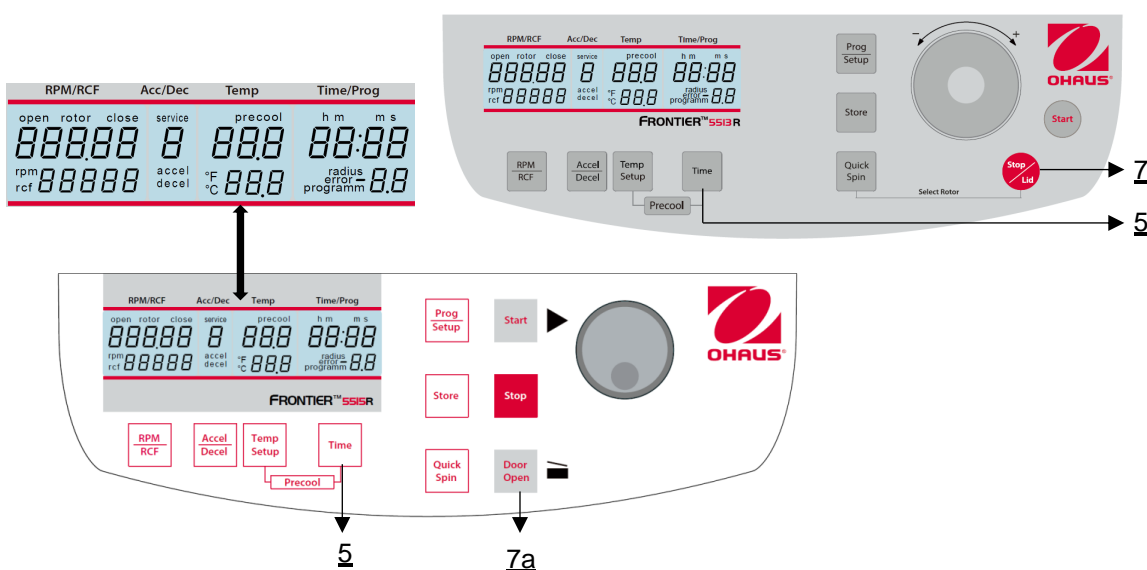

Abbildung 25
Öffnen Sie den Zentrifugendeckel und schalten Sie den Hauptschalter aus. Schalten Sie nun den Hauptschalter wieder ein. Im Display wird für ca. 3 Sekunden die Modellbezeichnung und die aktuelle Softwareversion angezeigt. Drücken Sie während dieser Zeit die Tasten **"Time"** (5) und **"Stop/Lid"** (7) gleichzeitig. Daraufhin wird für ca. 3 Sekunden ein Displaytest durchgeführt. Alle Anzeigen erscheinen gleichzeitig (**siehe Abbildung 25**).